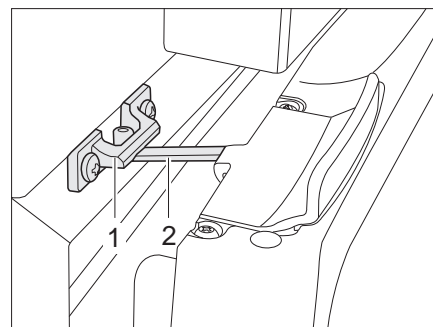

Fig. 235 Porte du réfrigérateur en position de ventilation (Thetford)
- Ouvrir le verrouillage (Fig. 235,2) et l'enclencher dans le logement de verrouillage (Fig. 235,1). La porte du réfrigérateur reste ainsi légèrement ouverte.